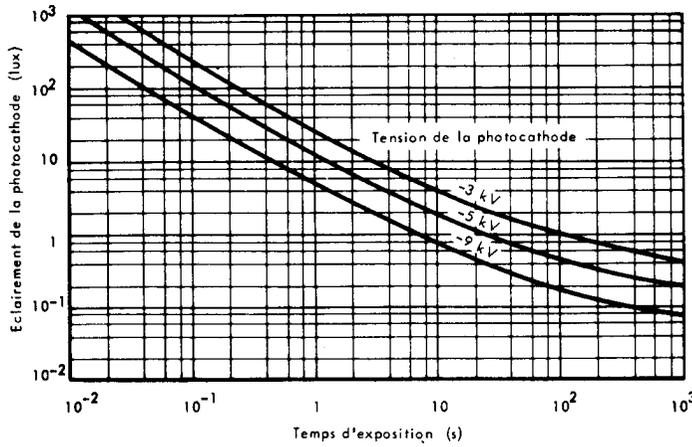

Fig 1 - Eclairages limites .
- 4 - Le tube ne doit pas être soumis à des niveaux lumineux supérieurs à ceux définis par les courbes de la figure 1*.